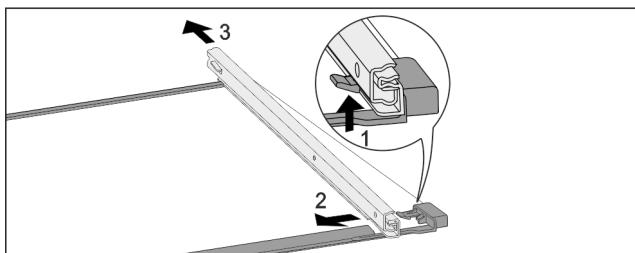

Fig. 205 带轨道的玻璃隔板
- ▶ 向上按前端的锁定钩。 Fig. 205 (1)
- ▶ 将导轨推向一侧 Fig. 205 (2)，然后向后 Fig. 205 (3) 推。